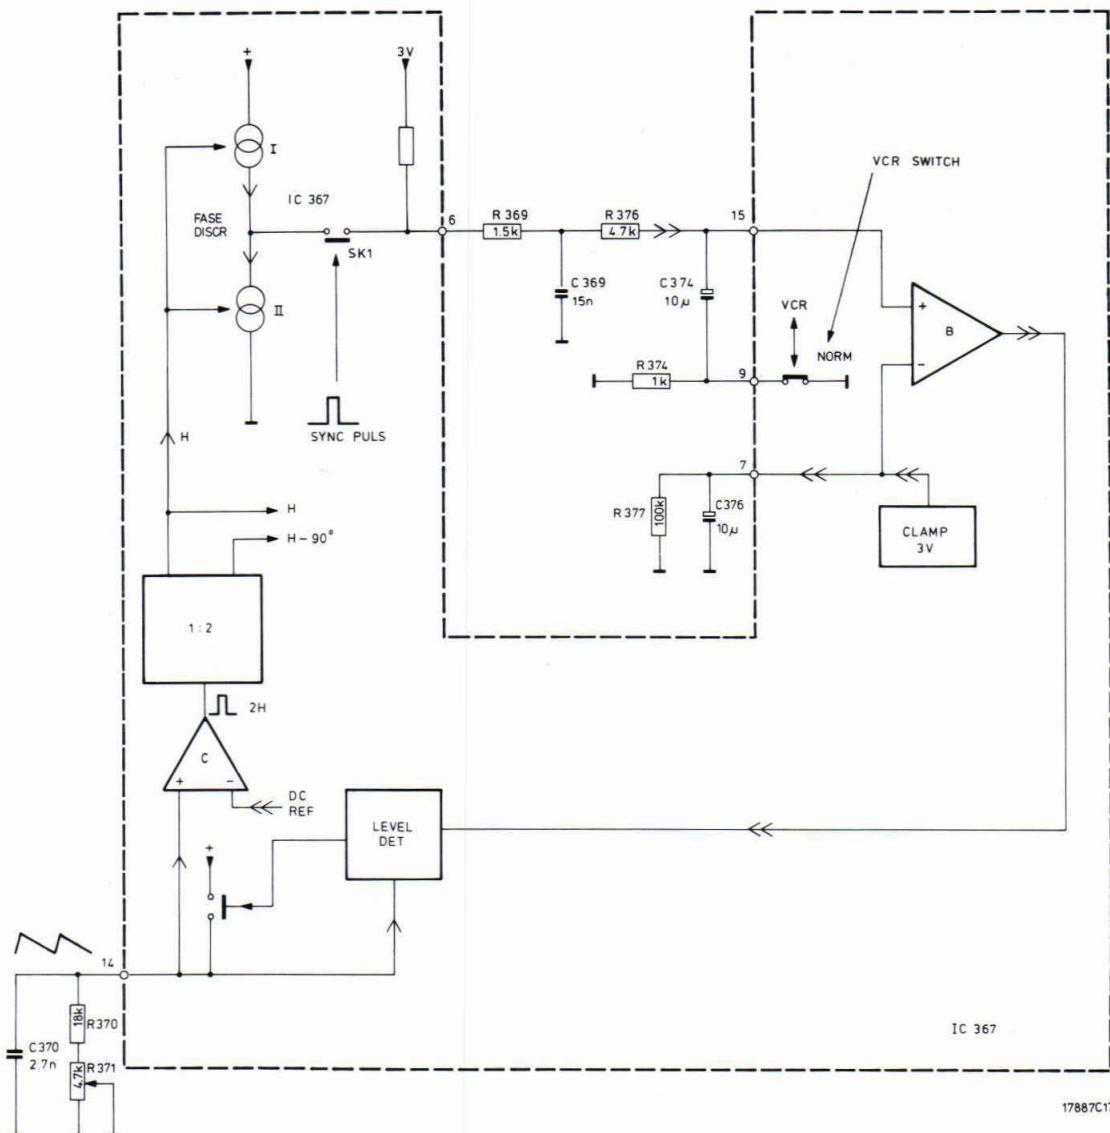

Fig. VIII-6
4. De lijnsynchronisatie (Fig. VIII-6)
Bij niet invangen van de lijnoschakelaar zal poort E (zie Fig. VIII-12) continu geopend worden door de coïncidentiedetector via poort D. Tevens wordt de VCR-schakelaar (Fig. VIII-6) geopend. Dit om de invangsnelheid te vergroten. Ook kan de poort continu geopend worden door aan punt 19 van de module een spanning van 12 Volt toe-